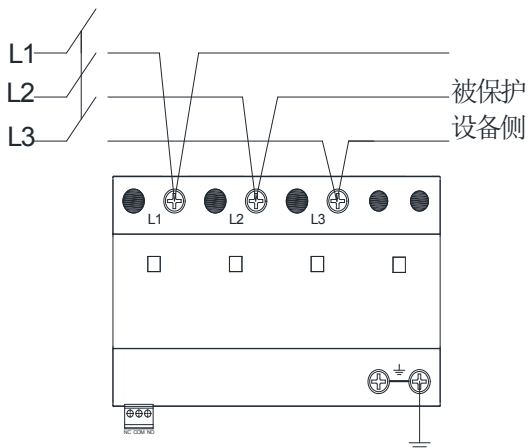
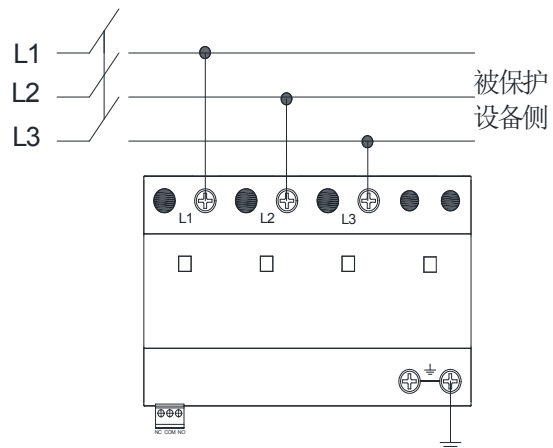

图 6-1 RPM1260-30/3N+NPG 接线示意图-V 形接线
图 6-2 RPM1260-30/3N+NPG 接线示意图-常规接线
- ◆ 产品采用 35mm 标准导轨安装固定，接线推荐采用图 6-1 所示的 V 形接线时，也可采用如图 6-2 所示的常规的直接并联接线。为实现更好的防护效果，当采用直接并联接线时，接线应尽量短，总长度应控制在 0.5m 以内。